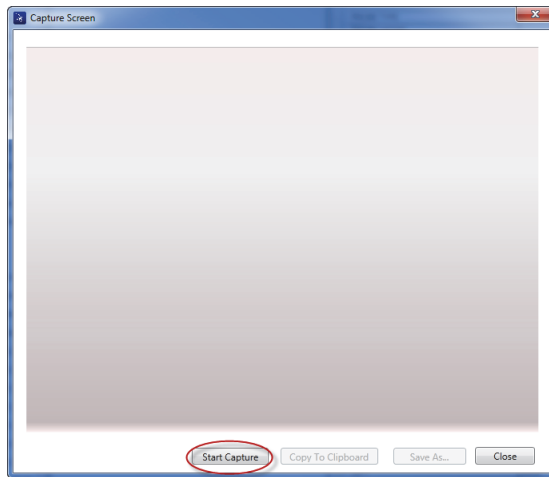

图 7-2 截取屏幕对话框
出现 **Capture Screen**（截取屏幕）对话框（参见第 164 页的图 7-2）。
4. 在 **Capture Screen**（截取屏幕）对话框中，点击 **Start Capture**（开始截取）（参见第 164 页的图 7-2）。